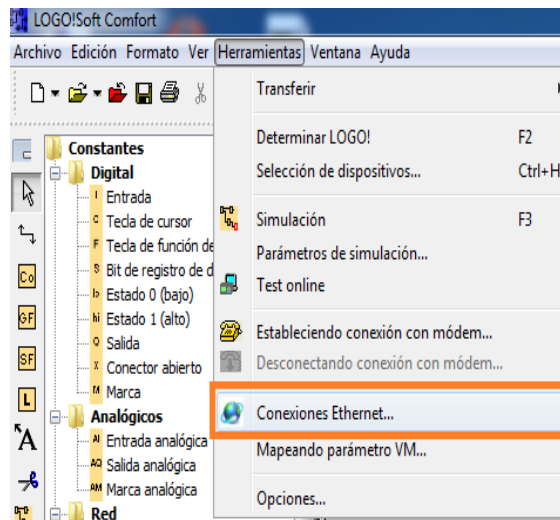

Figura 120: Conexiones Ethernet.
5. Dirigirse nuevamente a herramientas Figura 120 y seleccionar “Conexiones Ethernet”